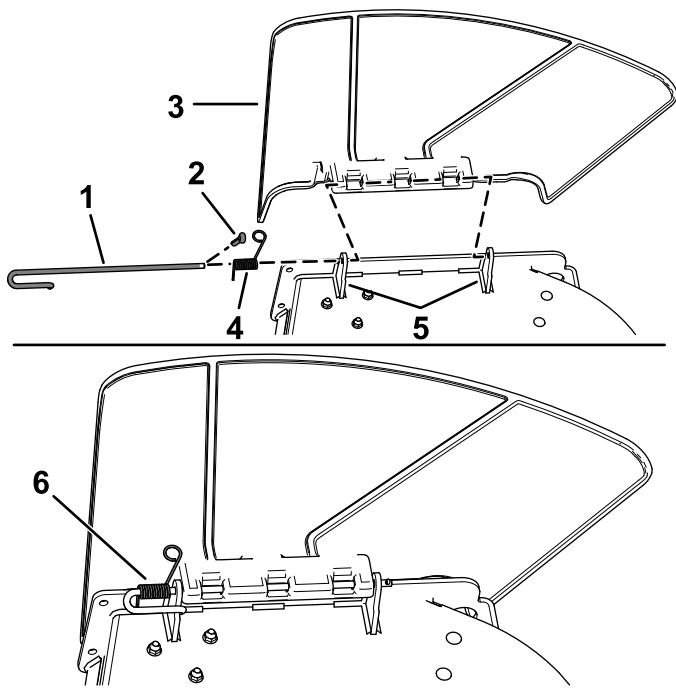

Figura 11
1. Togliete la coppiglia (Figura 11).
2. Sganciate la molla dalla tacca presente sulla staffa del deflettore e fate scorrere l'asta per estrarla dalle staffe saldate del piatto di taglio, dalla molla e dal deflettore di scarico (Figura 11).